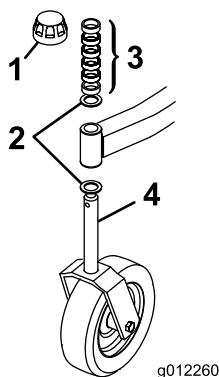
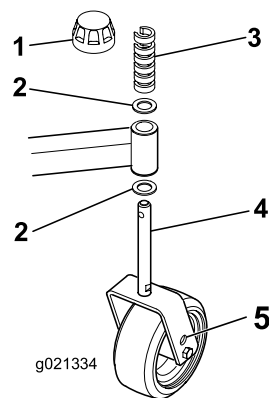

Bild 2
Bild 3
1. Nehmen Sie die Spannkappen von den Spindelwellen ab, und schieben Sie die Distanzstücke und Druckscheiben von der Wellen (Bild 2 & Bild 3).
2. Schieben Sie die Distanzstücke auf die Laufradspindel, um die gewünschte Schnitthöhe zu erhalten; weitere Informationen finden Sie in der Schnitthöhentabelle im Abschnitt „Einstellen der Schnitthöhe“ in dieser Anleitung. Schieben Sie eine Druckscheibe auf die Spindel. Drücken Sie die große Laufradspindel durch den vorderen Laufradarm und die kleine Laufradspindel durch den hinteren Laufradarm. Setzen Sie eine weitere Druckscheibe und die restlichen Distanzstücke auf die Spindel auf, und bringen Sie die Spannkappe an, um die Teile zu befestigen (Bild 2 & Bild 3).